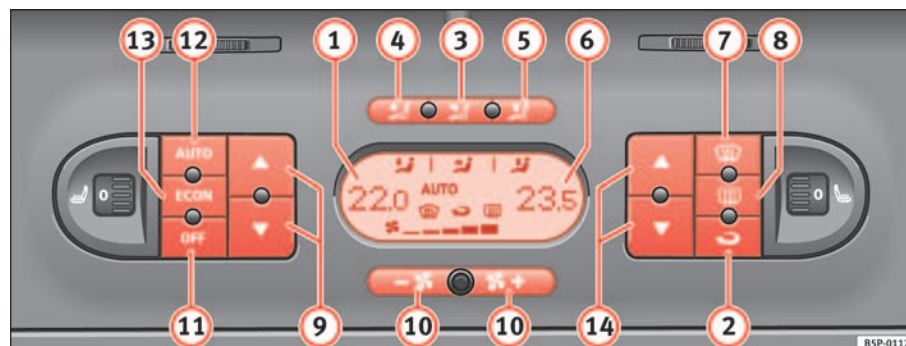

Fig. 127 Mandos del 2C-Climatronic en el tablero de instrumentos
- Pulse las teclas de regulación de temperatura ⇒ página 163, fig. 127 ⑨ ó ⑭ para ajustar la temperatura del lado izquierdo y derecho respectivamente.
- Pulse la tecla  ⇒ **página 163, fig. 127.** Aparece “AUTO” en el display.